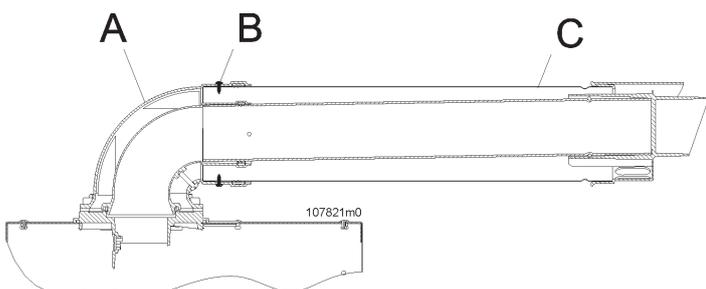

Figura 5-28 - Colocación del conducto coaxial
**¡¡¡ATENCIÓN!!!** Siga escrupulosamente las etapas de instalación del conducto coaxial tal como se muestra en la Figura 5-28. En especial: